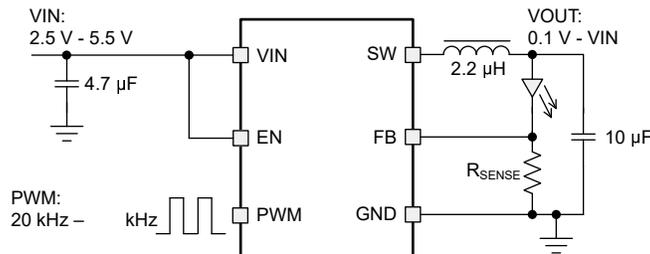

图 4-1. TPS92201 简化原理图
- 当 PWM 占空比为 100% 时，反馈基准在整个温度范围内产生精确的 $\pm 5\%$ 电压基准，通常为 100mV。在模拟调光模式下，反馈电压与 PWM 输入的占空比成正比，如图 4-1 所示。